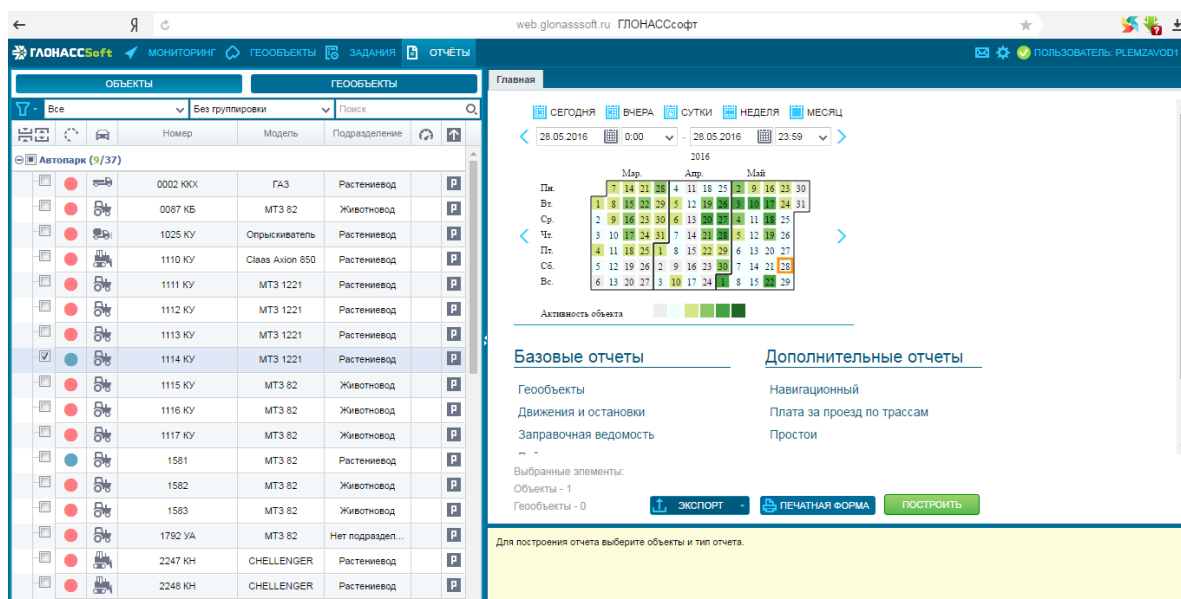

Рисунок 16.6 –
5. Выбрать вкладку **ОТЧЕТЫ** и транспортное средство (рисунок 16.6).